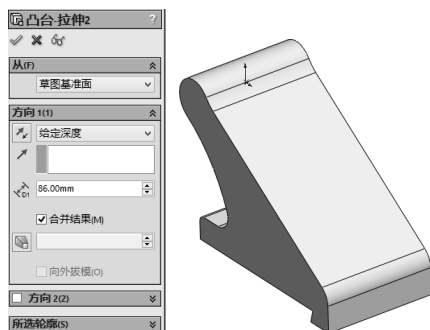

图 2-148 拉伸出“尾座体”的基本形状
STEP 5 单击“特征”工具栏中的“拉伸凸台/基体”按钮, 对上面步骤创建的图形执行拉伸操作, 拉伸的“终止条件”为“两侧对称”, 拉伸深度为 86mm, 如图 2-148 所示。